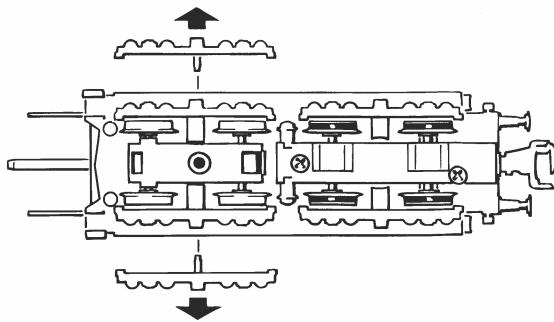

Fig. 12
1. Reinigung der Radstromkontakte: Radstromkontakte können auf unsauberen Schienen leicht verschmutzen. Bitte **entfernen Sie vorsichtig** mit einem kleinen Pinsel **den Schmutz** an den in Fig. 12 gekennzeichneten Stellen. Dazu das Lokgehäuse (Fig. 8) bzw. die Drehgestellblenden abnehmen (Fig. 11).
Les lames de contact risquent de s'encrasser rapidement sur des voies poussiéreuses. Veuillez **enlever la poussière** aux endroits marqués à la fig. 12 à l'aide d'un petit pinceau souple après avoir démonté la caisse de la locomotive ou le couvercle du carter des engrenages du tender (fig. 8, fig. 11).
1. Cleaning of wheel contacts: Wheel contacts easily get dirty on tracks which are not entirely clean. Use a small brush to **remove dirt** from spots marked in fig. 12 after having removed the loco body (fig. 8) or gear cover (fig. 11).